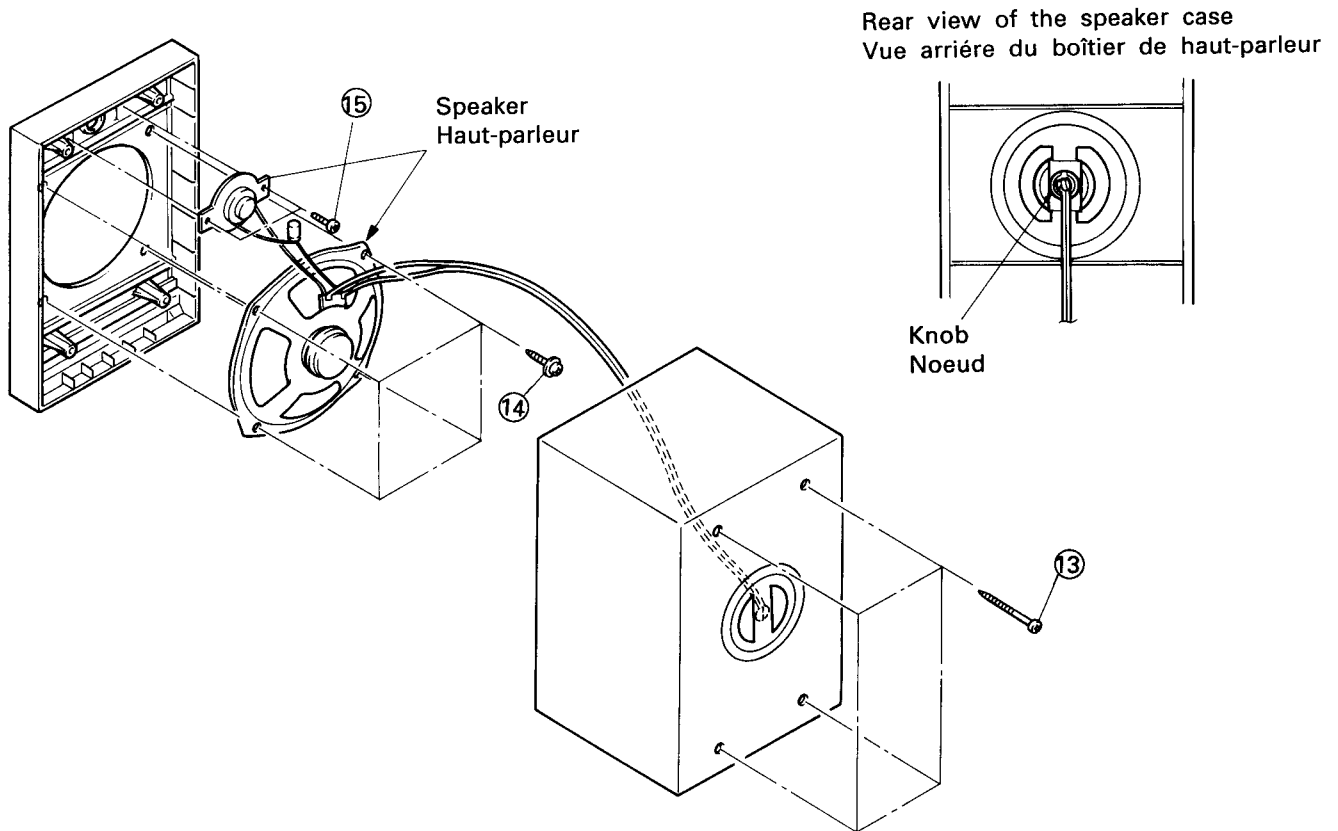

Fig. 8
Remove the four screws ⑮ and remove the rear case of the speaker unit. Remove the four screws ⑯ and two screws ⑰ and the speakers can be removed. Follow the same procedure for the left and right speaker units. (Fig. 8)
Procéder de la même manière pour les enceintes de gauche et de droite. (Fig. 8)